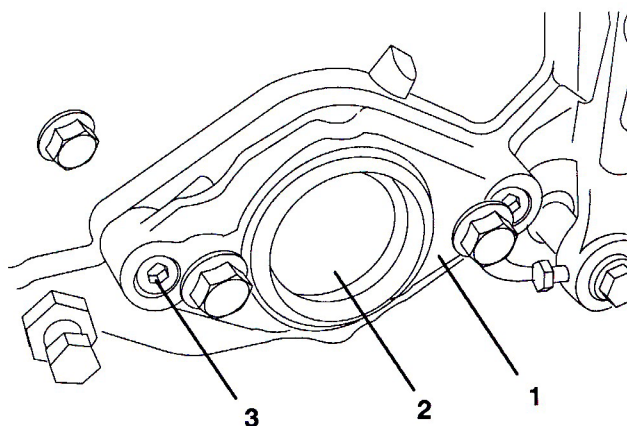

図15
- C. カッティングユニット右側のベアリング・ハウジングについているプラスチック製のプラグを外す（図15）。
- D. カッティングユニットの左側でモータ取り付け部を固定している六角ネジ（2本）を取る。モータ取り付け部を取り外す（図15）。